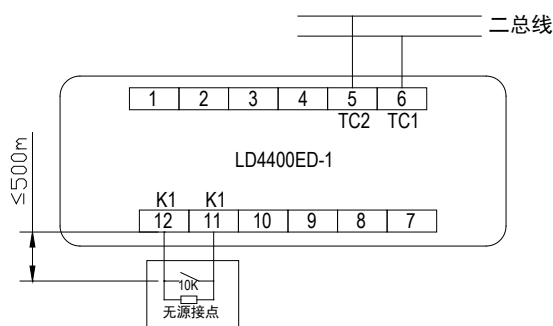

图 4-2
- ★ 接线：剪、剥导线后按照接线图和端子图将 TC 二总线与相应端子正确连接，并且模块输入线末端(远离模块端)并联一个 10K Ω 的终端电阻(可选 4K Ω ~30K Ω) (具体接线参照图 4-2 接线图)